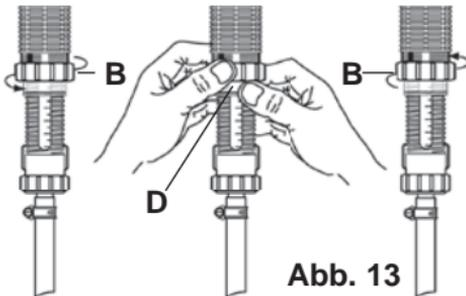

Abb. 13
- Lösen Sie den Blockierring (**Abb.13-B**).
- Halten Sie diesen fest, während Sie den transparenten Ring hoch- oder hinunterschrauben (**Abb. 13-D**).
- Erneutes Festschrauben des Blockierrings (**Abb. 13-B**).